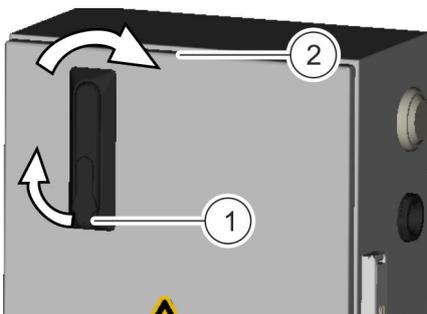

Abb. 29: Gehäusetür öffnen
2. ➤ Gehäusetür öffnen. Dazu den Schwenkhebel erst ausklappen (Abb. 29/1) und anschließend im Uhrzeigersinn drehen (Abb. 29/2).